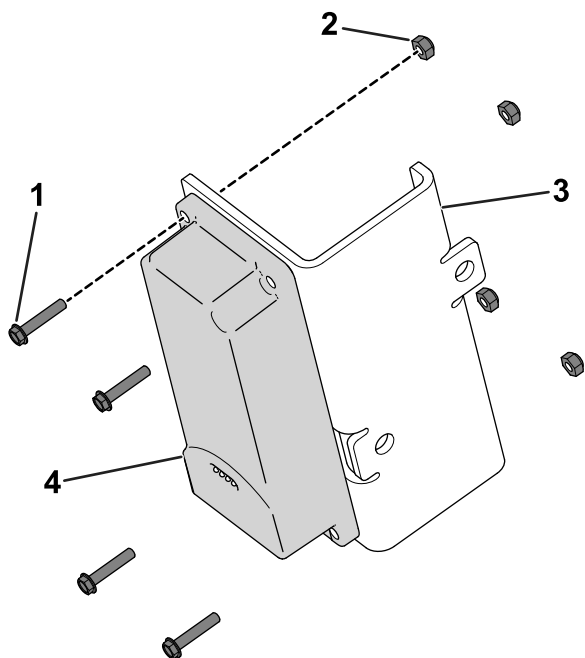

Figura 10
1. Utilize quatro parafusos de cabeça sextavada (n.º 10 x 1 pol.) e quatro porcas de bloqueio (n.º 10) para prender o dispositivo de telemática ao suporte do dispositivo (Figura 10).